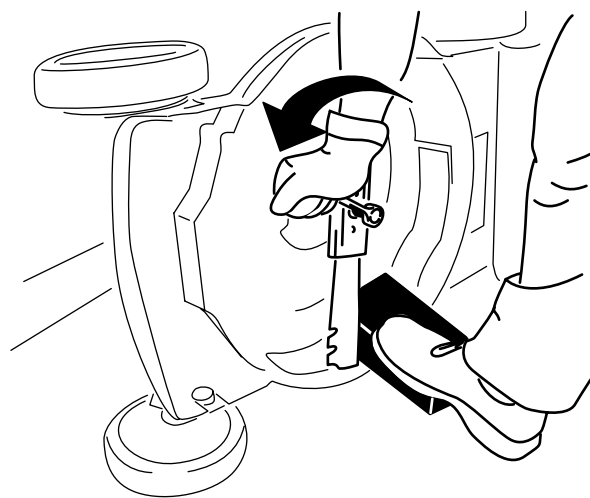

Figure 24
2. Immobilisez la lame avec un morceau de bois (Figure 24).
3. Déposez la lame mais conservez les fixations (Figure 24).